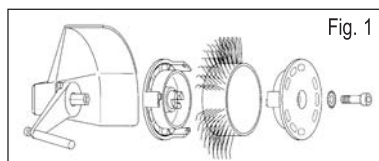
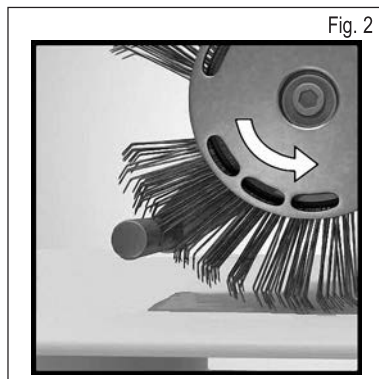

Fig. 1
Fig. 2
1. Koble fra strømforsyningen og fest deretter Bristle Blaster®-bånd 23 mm korrekt på verktøyet med tilsvarende opptakssystem (vær oppmerksom på retningen) og den tiltenkte stjerneskiiven og skruen. **Se fig. 1 og fig. 2.**
Bruker du Bristle Blaster®-båndet i feil retning? – Juster børstebåndet slik at det går i forskriftsmessig riktig retning (se kapittel 5, Start, fig. 2).